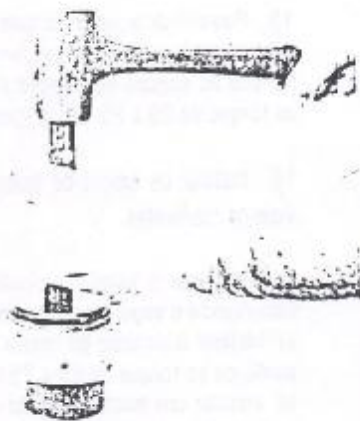

Figura 1.01.18 - Instalação do vedador traseiro da árvore de manivelas.
18. Instalar o vedador traseiro da árvore de manivelas, utilizando-se da ferramenta G.1.01.04A (Figura 1.01.18).